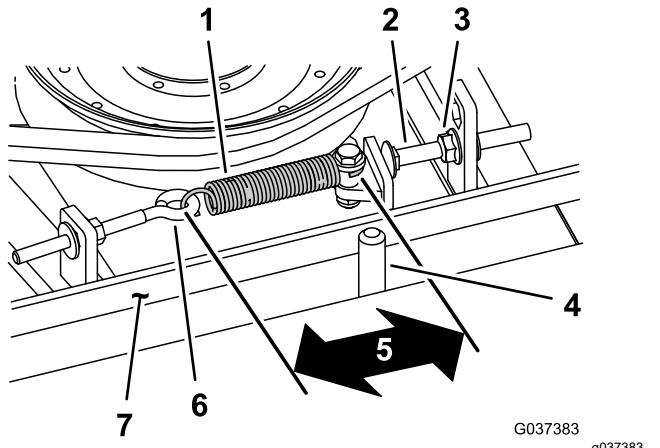

Bild 113
Bei richtiger Spannung sollte die Messung innen an der Verlängerungsfeder (Haken zu Haken) ungefähr 8,3 cm ± 9,5 cm betragen. Wenn die Federspannung richtig ist, stellen Sie die Anschlagschraube (Schlossschraube) ein, bis der Abstand zwischen dem Schraubekopf und dem Spannarm ungefähr 2-5 mm beträgt (Bild 113).
Hinweis: Achten Sie darauf, dass der Riemen auf der Federseite der Riemenführung positioniert ist (Bild 113).
2. Lösen Sie den Augenbolzen, um die Verlängerungsfeder abzunehmen (Bild 113).
3. Lösen Sie die Bundmutter, mit der die Anschlagschraube an der Befestigungsnase befestigt ist, und schieben Sie die Spannscheibe vom Riemen weg, um die Riemenspannung zu lösen (Bild 113).
9. Setzen Sie die Verlängerungsfeder (Bild 113) wieder in den Augenbolzen ein und spannen Sie den Riemen wie folgt: